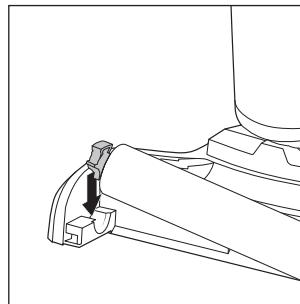

Fig. 40
- ◆ Apoi apăsați suportul din stânga rolei perie **6** în orificiul din partea stângă a bazei **3** până când rola perie **6** se cuplează cu un clic (a se vedea fig. 40).